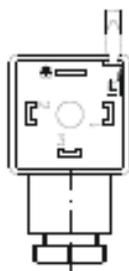

Abb. 6
- Öffnen Sie das Innenteil ⑧ der Leitungsdose ② mit einem Schraubendreher oder einem ähnlichen Werkzeug (→ Abb. 6).